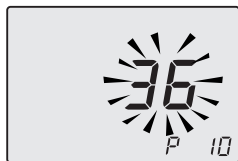

Figura 5.54
- Scorrere i vari parametri utilizzando i tasti 23 o 24 fino a far apparire sul display LCD le lettere **P10** e il valore del parametro, indicanti l'entrata nel "parametro 10" (Figura 5.54).